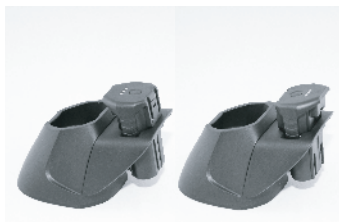

Fig. 27
1. Sæt batteriet i som vist (fig. 27) med kontakterne nedad. Begge placeringsorienteringer er mulige.